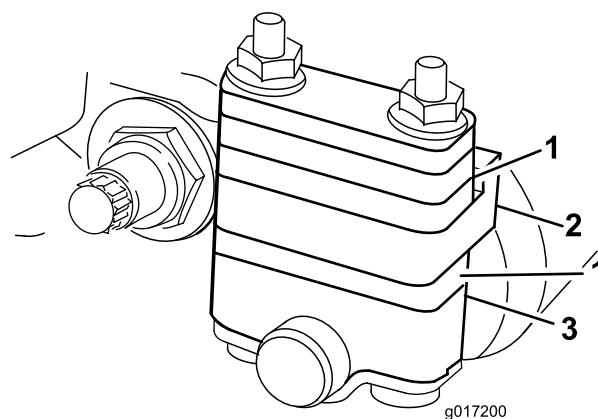

Figura 2
- Retire los tornillos y las tuercas que sujetan los soportes del rodillo trasero y los espaciadores a la bridas de montaje de la chapa lateral (Figura 2). Deseche los tornillos y las tuercas.
Nota: Las unidades de corte Flex 21 más antiguas no tienen una brida de montaje en la chapa lateral (Figura 2). Sátese los pasos 11-14 si el kit se instala en un modelo antiguo, y deseche los espaciadores.